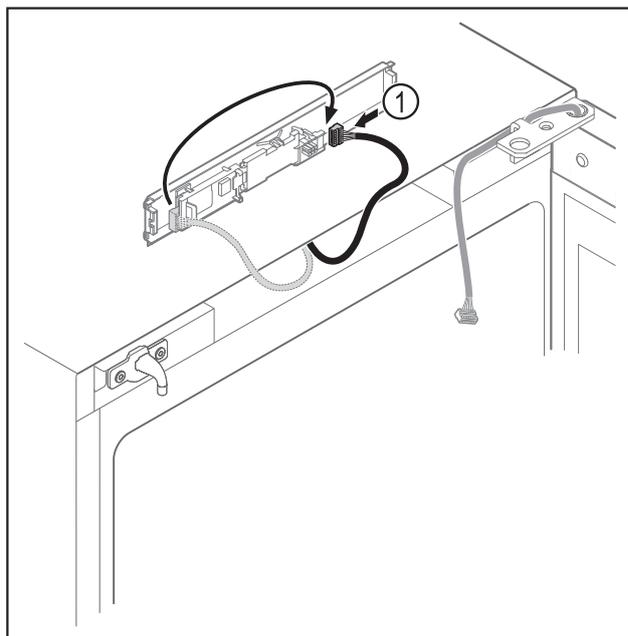

Fig. 13
- Enchufar el conector Fig. 13 (1) en otra posición en la platina.